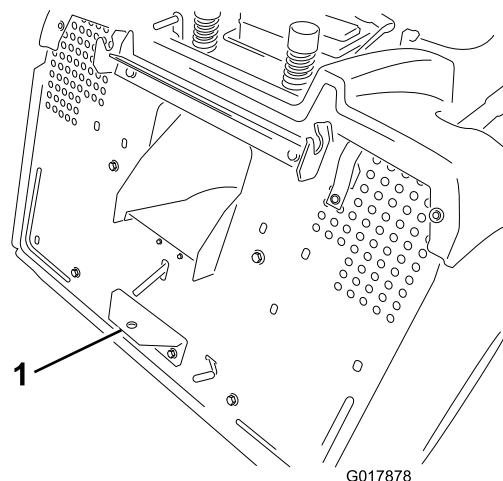

Figure 20
2. Attelez l'accessoire au crochet de remorquage situé sur la partie inférieure arrière de la machine (Figure 20).